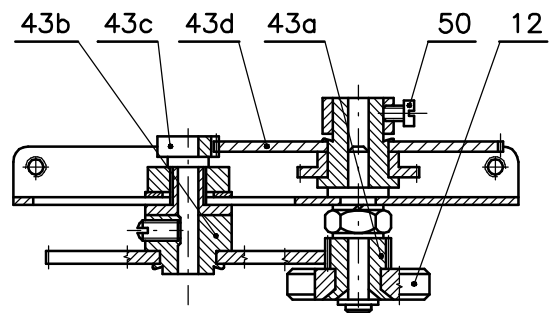

Рис. 5
- блок датчика (Рис.5)
Блок датчика (Рис.5)